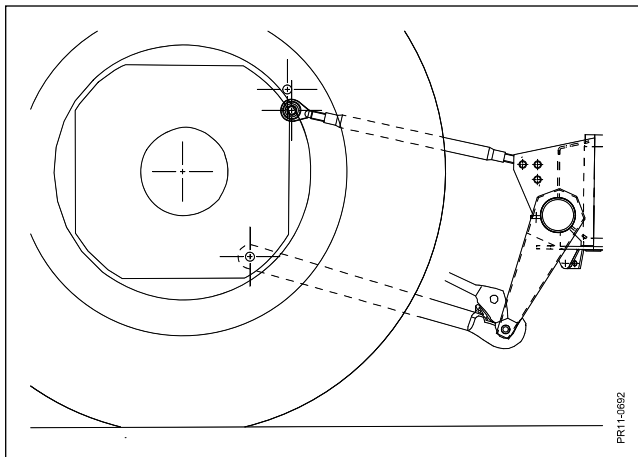

Fig. 1
- FIG. 1** Rotorslåmaskinen er ophængt i traktors 3-punktsophæng. Den hæves og sænkes med liften.